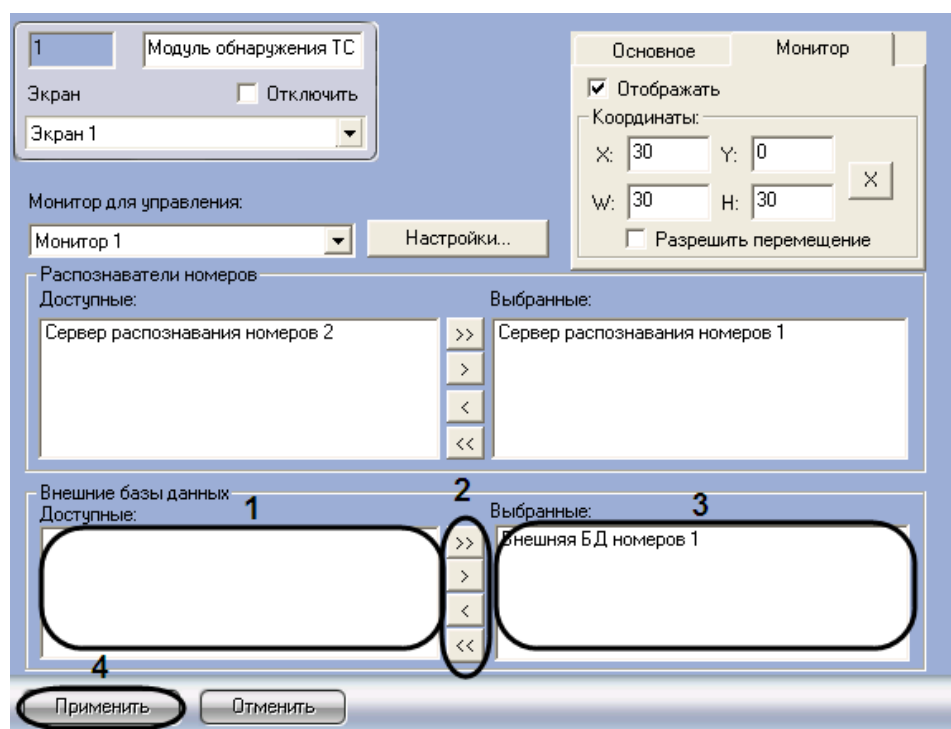

Рис. 7.9—6. Выбор внешних баз данных номеров
1. Перейти на панель настройки объекта «Модуль обнаружения ТС» (Рис. 7.9—6).
2. Выбрать требуемые внешние базы данных номеров из списка «Доступные» группы «Внешние базы данных» (см. Рис. 7.9—6, 1).
3. Переместить выбранные внешние базы данных номеров в список «Выбранные» группы «Внешние базы данных», нажав кнопку «>» (или кнопку «>>» для перемещения всех внешних баз данных номеров из списка) (см. Рис. 7.9—6, 2-3).